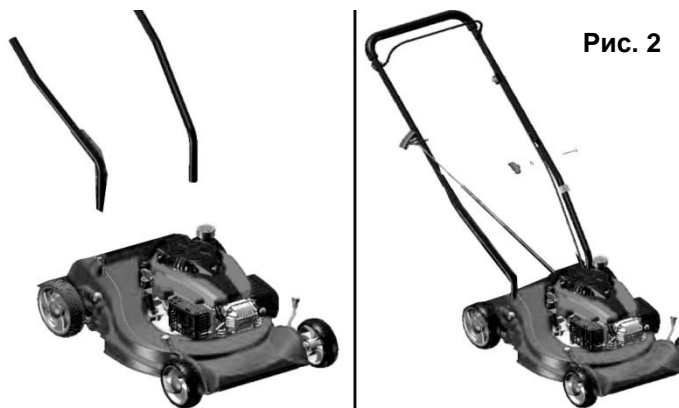

Рис. 2
- Установите нижнюю часть ручки управления в отверстия на корпусе косилки. Зафиксируйте положение винтами (См. Рис.2).